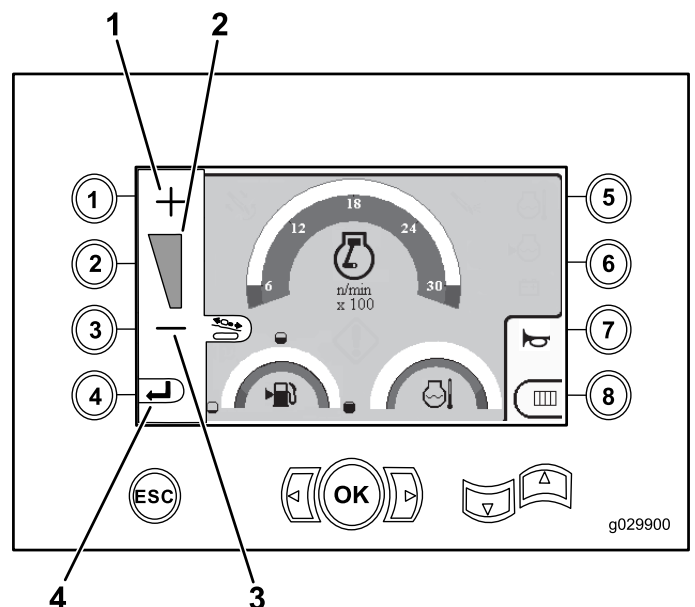

Bild 5
1. Drücken Sie die Taste 1, um die Schubausgabe zu erhöhen, oder die Taste 3, um die Schubausgabe der Maschine zu verringern (Bild 5).
2. Drücken Sie die Taste 4 (Bild 5) nach dem Einstellen der Schubausgabe und gehen Sie auf den Hauptbetriebsbildschirm \(Seite 1\) oder Bildschirm „Druck“ mit den wichtigsten Bohrfunktionen \(Seite 2\) zurück.